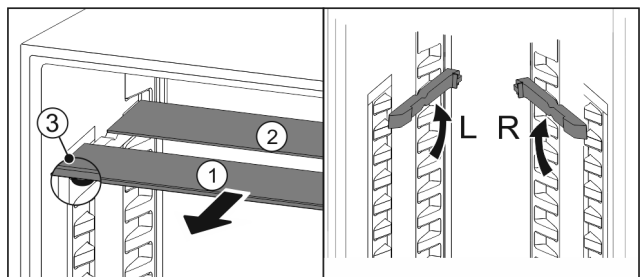

Fig. 29
- ▶ Glasplatten einzeln nach vorne herausziehen Fig. 29 (1).
- ▷ Glasplatte Fig. 29 (1) mit Zierleiste liegt vorne.
- ▷ Stopps Fig. 29 (3) zeigen nach unten.